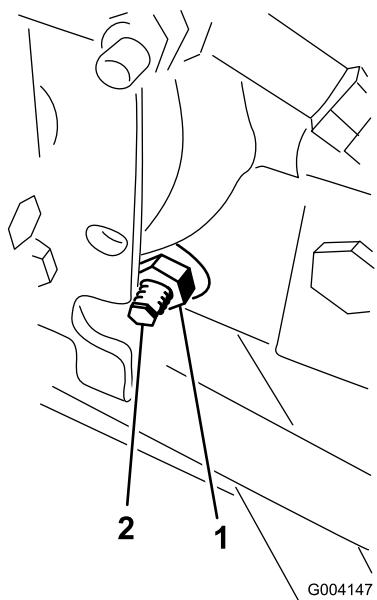

Figura 68
3. Dal lato destro dell'idrostato, allentate il dado di bloccaggio sulla camma di regolazione della trazione (Figura 68).